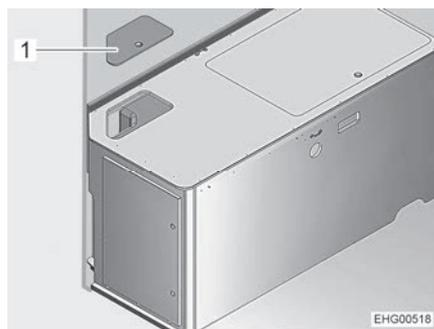

Fig. 110 Cassone letto a sinistra
- Rimuovere il coperchio di servizio (Fig. 110,1).